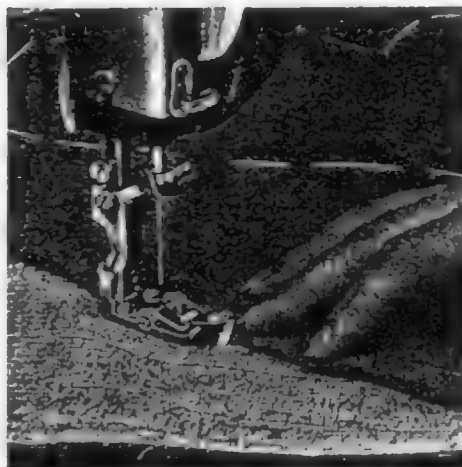

Fig. 29
**Arbeitsweise:** Umgelegte Stoffkante beim Nähen an der linken Kante entlanggleiten lassen (Fig. 28). Am Ende der Naht, Nadel rechts in das Roßhaar einstecken lassen, Stoffdrückerstange etwas anheben und Arbeitsstück um 180° drehen. Die umbuggte Stoffkante beim Nähen nun an der rechten Kante des Lineals entlanggleiten lassen (Fig. 29).